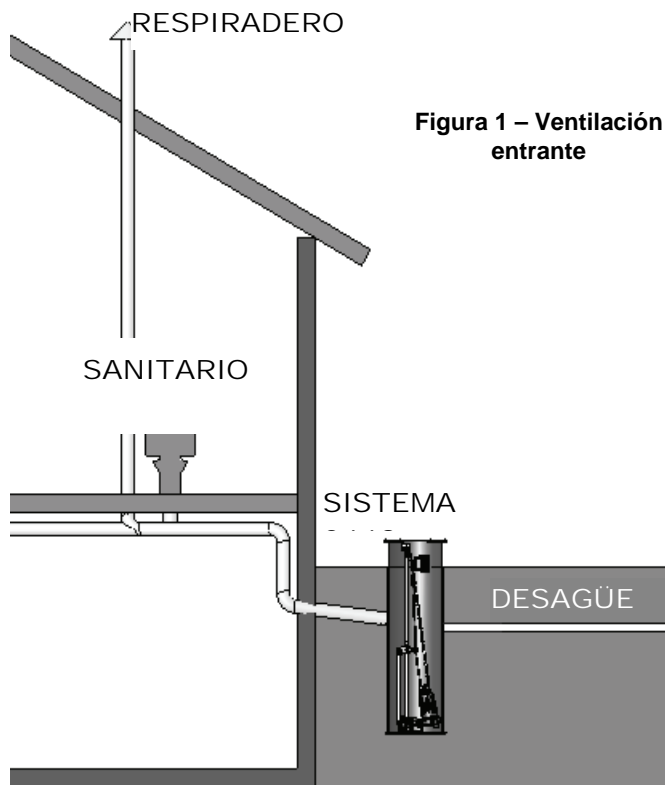

Figura 1 – Ventilación entrante
- C. **Ventilación:** la cubeta de fibra de vidrio incluida con la 2448 debe quedar totalmente sellada y recibir la ventilación adecuada para que cumpla con los requisitos de los códigos de fontanería y sanitarios aplicables. La ventilación de la bomba 2448 se consigue a través del punto de admisión del sistema de ventilación existente en el edificio. Para que esto sea posible no debe haber purgadores entre la 2448 y el sistema de ventilación más cercano del edificio. Vea la figura 1 para ver un ejemplo. Si esto no es posible o no es deseable para su aplicación específica, se puede abrir un orificio en la tapa de fibra de vidrio e instalar un collarín o arandela de ventilación.